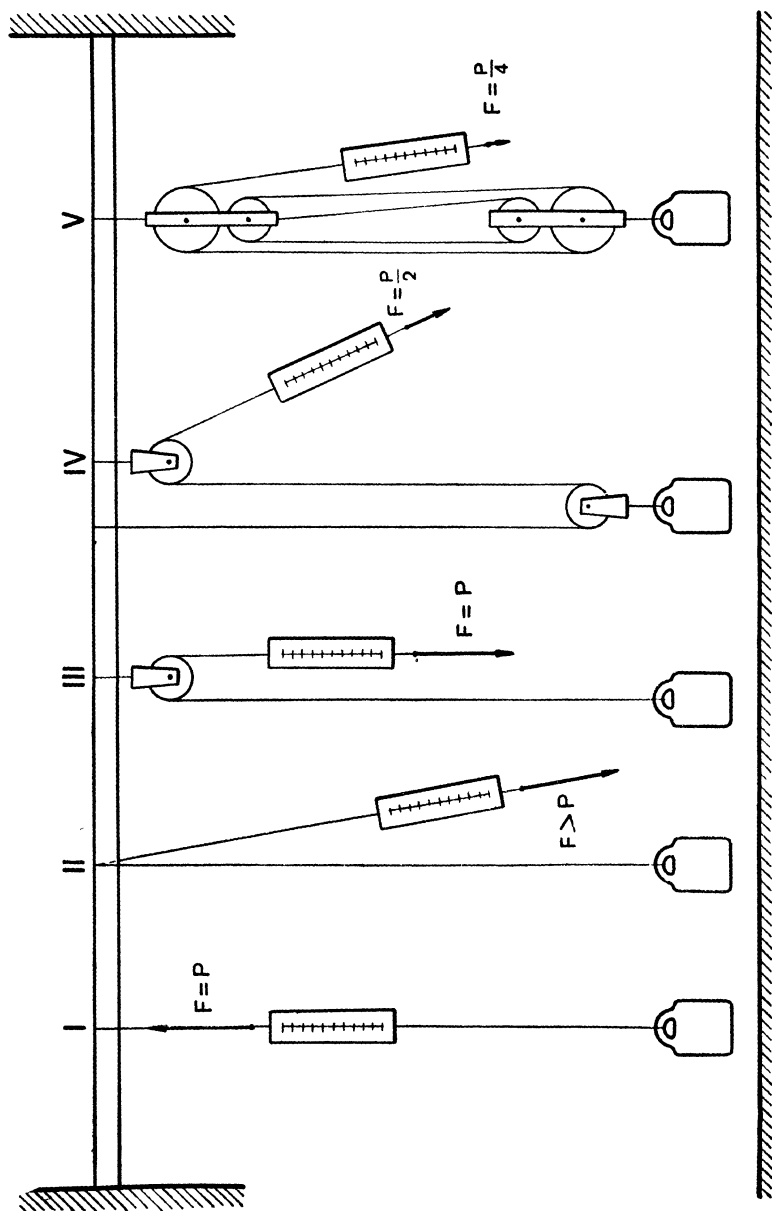

Рис. 186. Работа блоков.
1) При помощи динамометра поднять груз вертикально вверх на некоторую высоту (рис. 186). Записать показание динамометра. За-